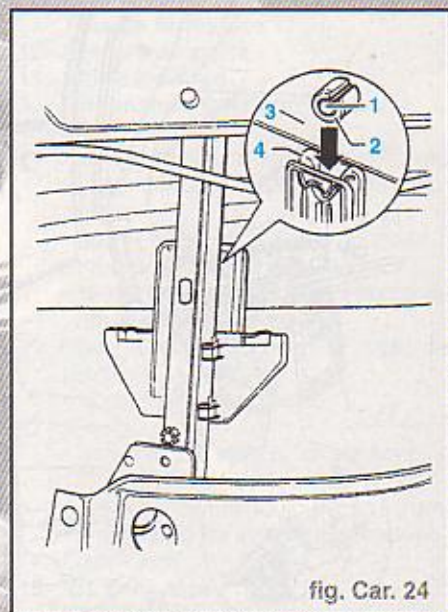

fig. Car. 24
- guide-glace (1) sur le flasque de porte (2) et le tourner de 90° vers l'extérieur.
- L'étanchement de pertuis de glace (3) peut maintenant être enfoncé vers le bas (flèche B) sur le flasque de porte.
- Positionner le guide-glace (1) dans le flasque de porte (2) et le poser complètement.
- Mettre en place la cheville expansible (2) et la goupille expansible (1) dans la glace (fig. Car. 24).